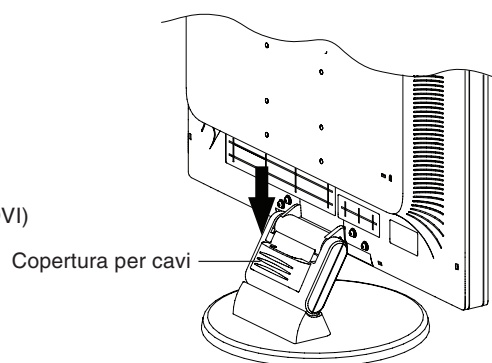

Figura B.2
5. Per posizionare la copertura cavi, inserire le linguette della copertura nei fori del supporto e far scivolare la copertura verso il basso fino a fissarla in posizione (**Figura B.2**) assicurandosi che le linguette siano ben salde.